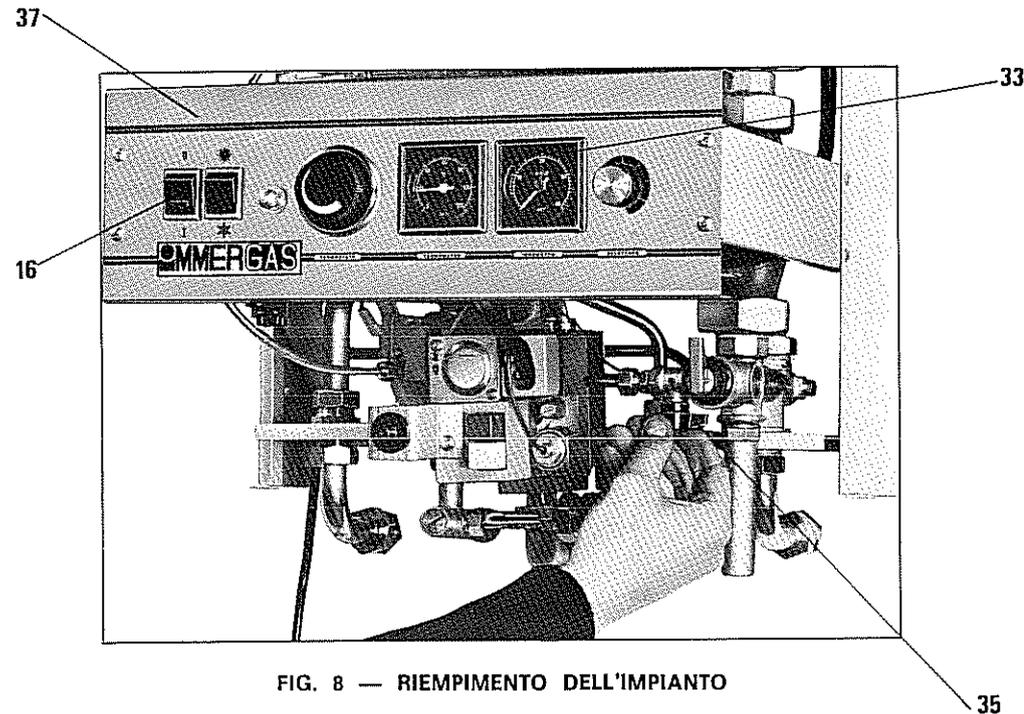

FIG. 8 — RIEMPIMENTO DELL'IMPIANTO
Agire sul rubinetto di riempimento e lasciare riempire l'impianto lentamente (vedi fig. 8).
Il rubinetto (35) di riempimento impianto va chiuso quando l'idrometro di caldaia (33) segna circa 8 mtr. H₂O (vedi fig. 8).